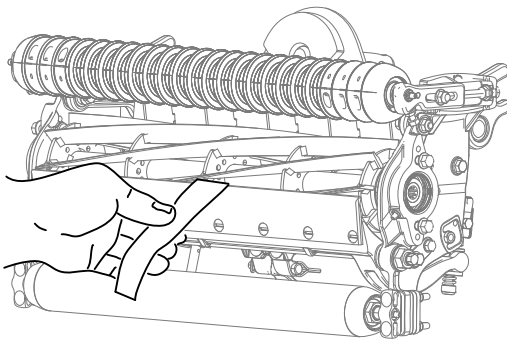

Figura 7
2. Teste o desempenho de corte inserindo uma fita comprida de desempenho de corte (peça n.º 125-5610) entre o cilindro e lâmina de corte, perpendicular à lâmina de corte (Figura 7). Lentamente rode o cilindro para a frente; deve cortar o papel.